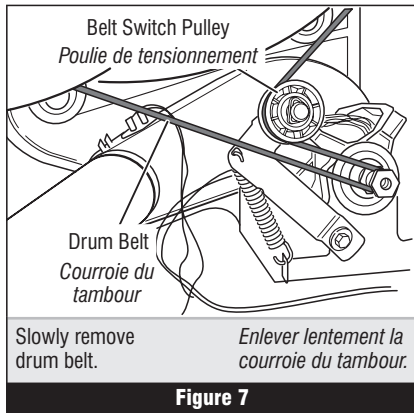

Figure 7
4. Check the belt switch and drive motor. Access the belt switch and drive motor by removing the back panel. See Removing the Back Panel, page 15. Slowly remove the drum belt from the spring-loaded belt switch pulley, gently letting the belt switch pulley down. See figure 7.
4. Contrôler le contacteur du tensionneur de courroie et le moteur d'entraînement. Ôter le panneau arrière pour accéder au moteur d'entraînement et au contacteur du tensionneur de courroie. Voir Dépose du panneau arrière, page 15. Séparer lentement la courroie du tambour de la poulie de tensionnement chargée par ressort; laisser la poulie de tensionnement descendre doucement. Voir la figure 7.